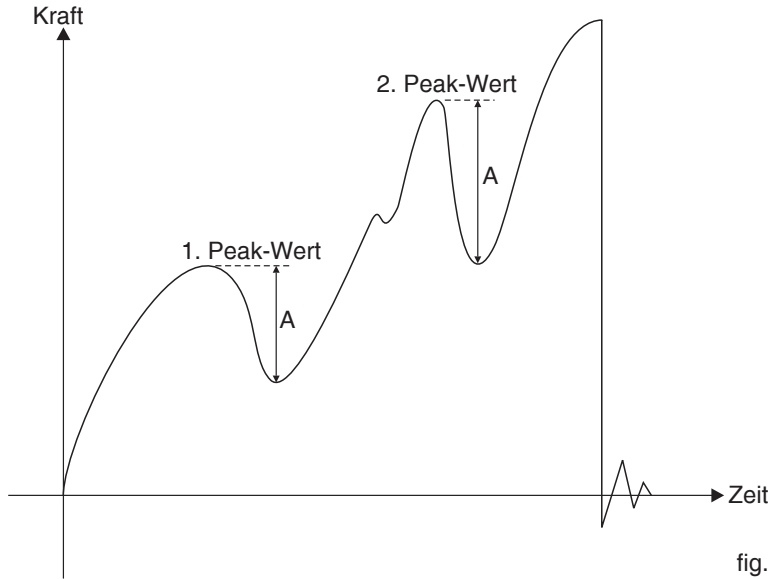

fig. 3.4.4
Der erste Peak-Wert wird festgelegt, nachdem sich die Kraft während einer Messung mindestens um den eingestellten absoluten Wert (A) verringert. Ein erneutes Abfallen der Kraft um den eingestellten Wert, bestimmt den zweiten Peak-Wert (fig. 3.4.4). Der erste und zweite Peak-Wert können je Messung nur in eine Richtung (Öffnungs- oder Schließkraft) ermittelt werden.